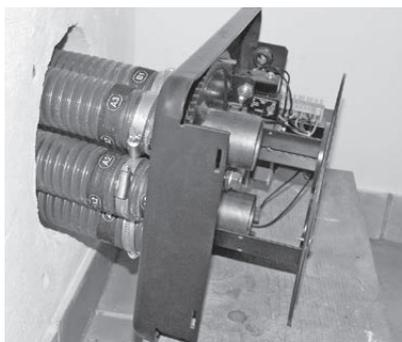

Fig. 21 Fissare i tubi flessibili con le fascette di serraggio
- ▶ Inserire i tubi flessibili etichettati nei rispettivi collegamenti dell'unità di commutazione. I cavi di massa devono essere a contatto con i collegamenti. Fissare i tubi flessibili con le fascette di serraggio – Fig. 21.